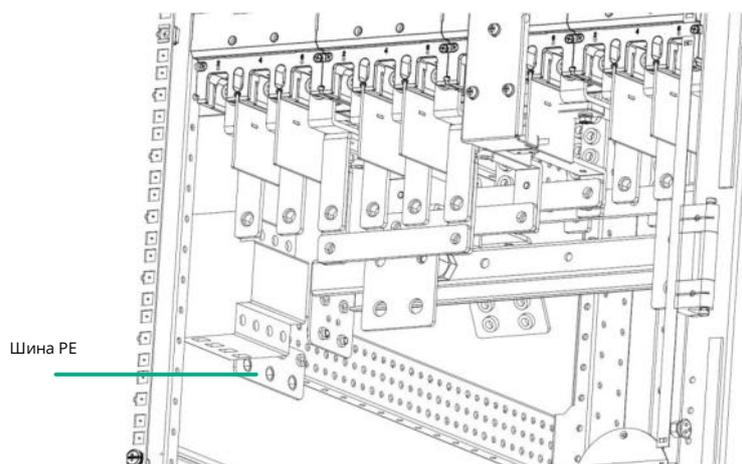

Рисунок 8-11. Шина РЕ
5. Подключите кабель заземления к клемме РЕ слева внутри шкафа (Рисунок 8-11).